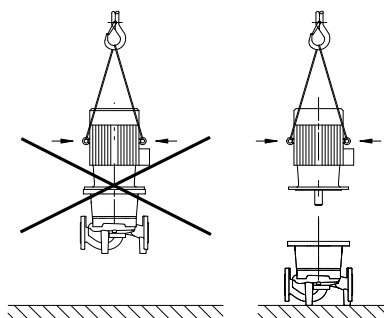

Рис. 30: Транспортировка мотора
- Проушины для транспортировки на моторе служат только для транспортировки мотора, транспортировка всего насоса с их помощью недопустима (рис. 30).